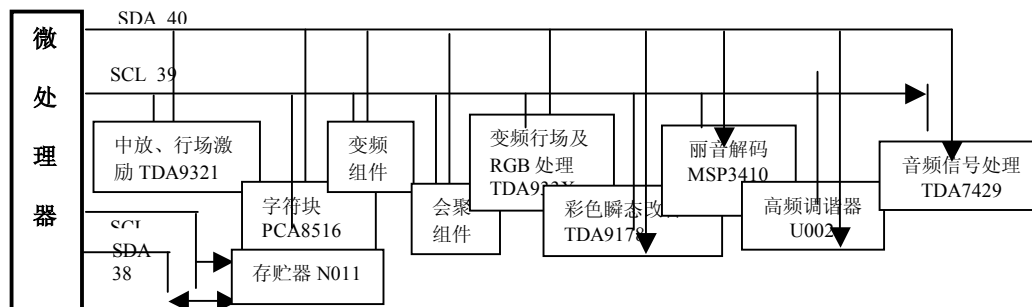

图 1 I2C 总线控制负载框图
开机光栅异常，过一会儿恢复正常，说明该机控制系统电路、图象信号处理电路和视频放大电路工作正常，工作约 1 分钟出现光栅收缩停机，怀疑该机高压自动检测电路存在故障。该机高压自动检测电路由反映 CRT 束流状态的行输出变压器 T461 (BSC70D1) (8) 脚与 TDA933X (4) 脚之间的电路组成，见图 1。
让电视机工作在有电视画面状态下，用示波器测量第二伴音中频信号选择电路 N007 (HEF4052) (3) 脚输出的视频信号波形在有与无间跳变，再测量高频调谐器“IF”脚输出的 IF 信号波形也在有与无间跳变。测量高频调谐器引脚工作电压正常，它说明该故障可能与 I2C 总线控制有关。拔掉射频信号，切换本机控制按键，发现屏幕上字符显示乱码，有时还伴随场幅自动变化；让电视机机工作在自动搜索状态下，自动搜索显示有关字符也乱码，怀疑该机故障与控制系统紊乱有关。用空白存储器替换，再次启动电视机故障依旧。替换已写入数据的微处理器故障仍然存在。测量微处理器 (39) (40) 脚输出 I2C 总线电压，发现两脚电压跳变幅度太大，在 3.3—4.5V 间变化。正常情况下在 3.3V 左右变化。用示波器测量两脚波形，其中 (40) 脚波形随电视画面跳变而变化。将 I2C 总线信号输往被控电路的总挂跨接线断开，此时测量 (39) (40) 脚电压跳变幅度正常，用示波器测量 (39) (40) 脚输出的总线信号波形稳定，它表明该机故障与 (40) 脚外电路有关。该机总线信号与被控电路间的关系见图 1。图中受 I2C 总线控制的被控电路中，TDA933X 总线信号不能断开，不过丽音组件、彩色瞬态改善电路 TDA9178、字符电路形成电路、变频组件、AV 切换电路、会聚组件等被控制电路都可将总线跨接脚断开进行故障部位判定。采用此法分别断开以上电路时，发现断开丽音组件总线跨针后，画面显示很稳定，再测量总线波形也很稳定，测量总线电压也恢复正常。由此判定丽音组件存在故障。更换丽音组件，故障现象消失。